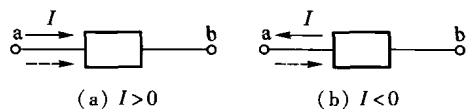

图 1.1 电流的方向
③ 实际方向:规定正电荷的移动方向为电流的实际方向。在电路图中用虚线箭头表示,如图 1.1 所示。
④ 参考方向:电路图中,事先假定的电流方向。其表示方法:
➤ 用实线箭头表示,如图 1.1 所示。
⑤ 电路图中标明的电流方向通常指参考方向。规定:当电流的实际方向与参考方向一致时,其值为正;若实际方向与参考方向相反,则电流值为负。如图 1.1 所示。
(5) 电压 U
① 定义式:电压又称电位差,它是衡量电场力做功本领的物理量。在直流电路中,电压 U_{ab} 在数值上等于电场力把单位正电荷 q 由 a 点移动到 b 点所做的功 W_{ab} ,即